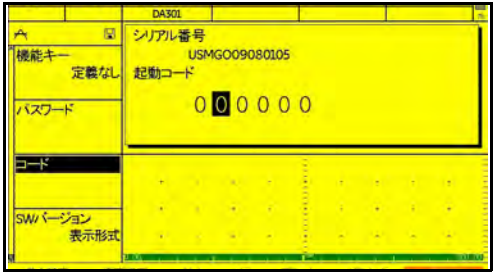

图 18：激活码输入功能
2. 使用操纵杆 () 选择**激活码**功能，然后使用操纵杆 () 来激活该功能。请注意，当前激活码值的第一个字符将高亮显示（如下面的图18所示）。